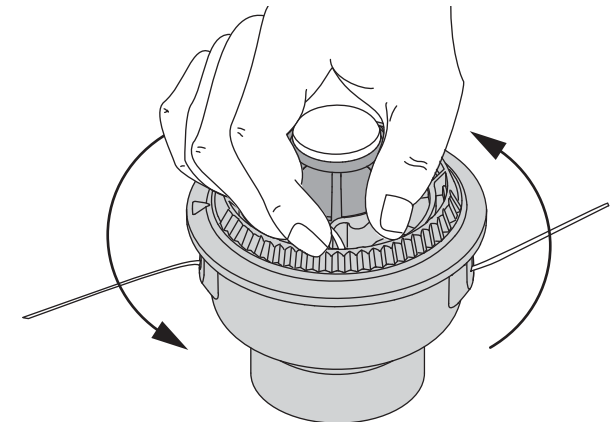

Fig. 16
8. Sostenga la bobina exterior. Bobine el carrete interior en sentido antihorario hasta que queden alrededor de 102 mm (4 pulgadas) de línea (Fig. 16). Evite topa la perilla de "bump knob" mientras está enrollando. Asegúrese de que la perilla "bump knob" esté